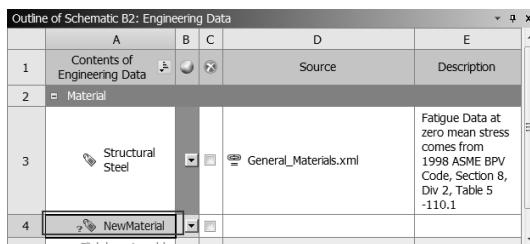

图 10-12 材料名称
Step2：如图 10-12 所示，在 A4 表格中输入新材料名称，如 NewMaterial。